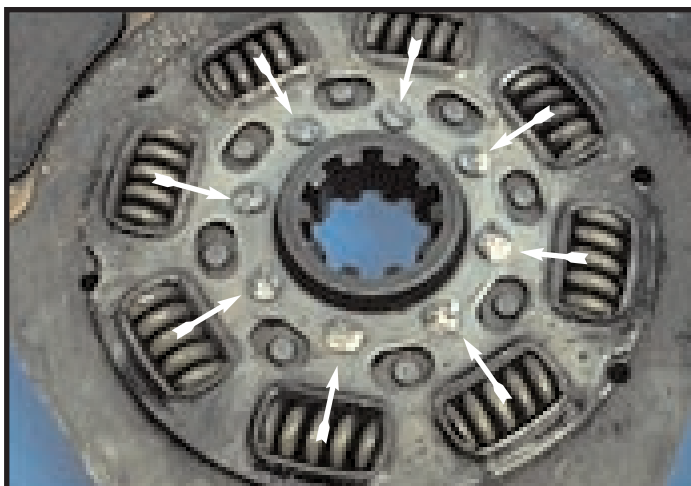

Figura 48
1.) Los remaches del disco (figura 48) han estado en contacto con los pernos de montaje del volante. Algunas causas potenciales de esta interferencia en particular son las siguientes: